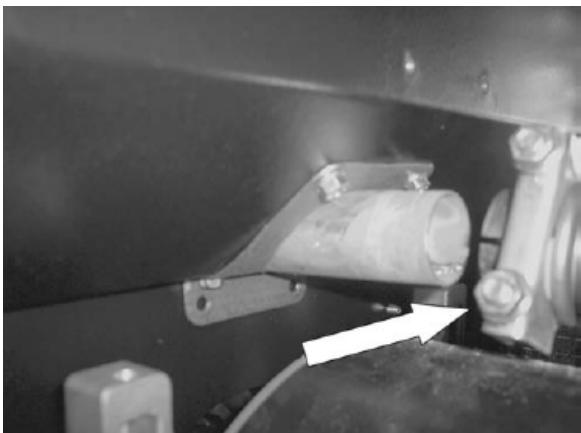

Рисунок 26.
4. Снять выхлопной гибкий трубопровод: С помощью накидной головки ½ дюйма открутить передний и задний зажимы глушителя. Отодвинуть трубопровод к двигателю до упора, открыв фланец глушителя. Смотреть рисунок 26.